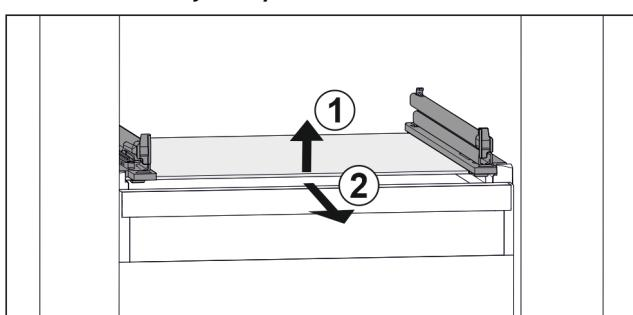

Fig. 140 Príklad zobrazenia sklenej dosky
- Nadvhynite sklenenú dosku vpred. Fig. 140 (1)
- Odroberte sklenenú dosku dopredu. Fig. 140 (2)